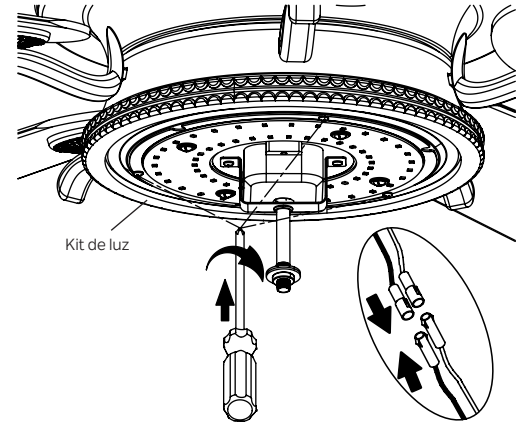

Figura 24
Paso 1. Sostenga el kit de luz LED en la placa de luz, luego conecte los dos conectores de una clavija del kit de luz a los dos conectores de una clavija del conjunto del motor. Conecte el cable negro con el cable negro y el cable blanco con el cable blanco. Fije el kit de luz a la placa de luz y apriételo firmemente con tres (3) tornillos del paquete de tornillos (Figura 24)